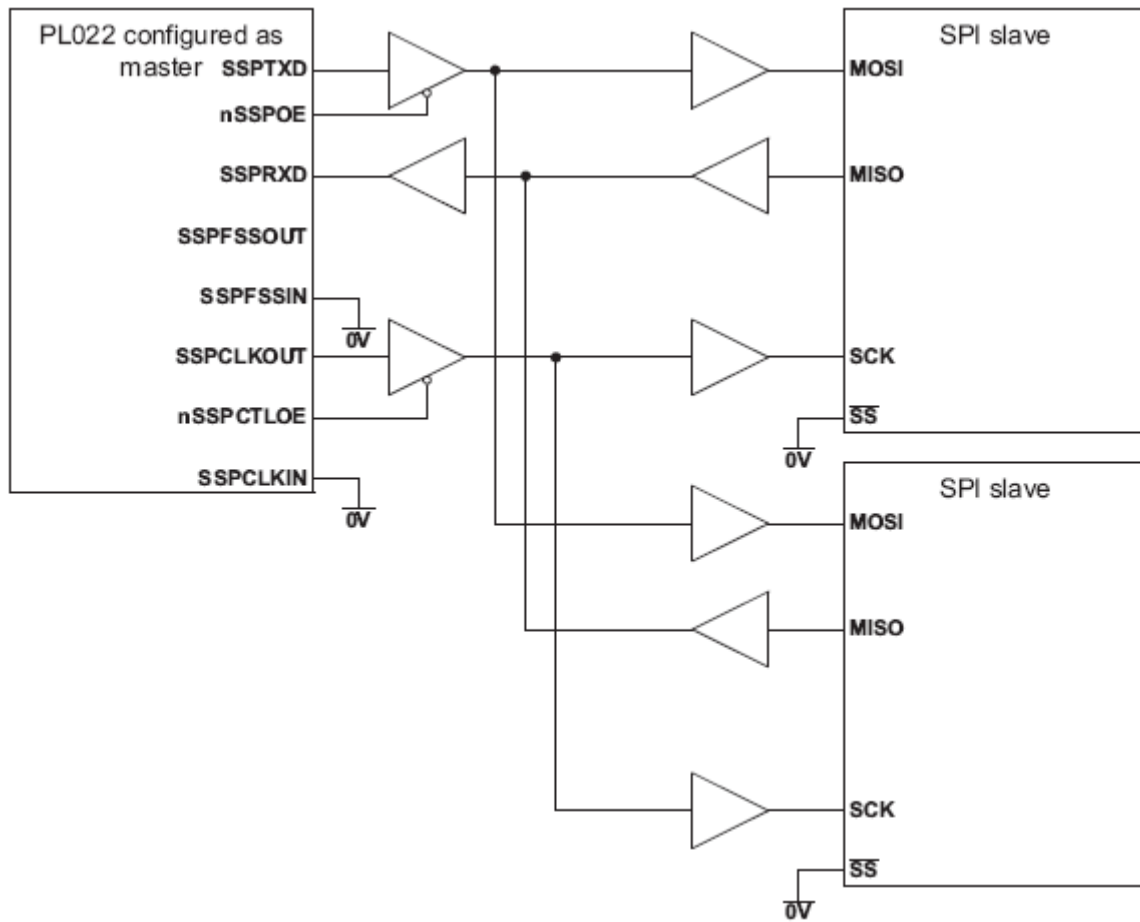

Рис. 2-14. Ведущее устройство SSP подключено к двум ведомым, поддерживающим протокол SPI.
Рис. 2-14 показывает подключение модуля SSP, сконфигурированного как ведущее устройство, к двум ведомым устройствам, поддерживающим протокол SPI фирмы Motorola. Внешние устройства сконфигурированы как ведомые путем установки в низкий логический уровень сигнала выбора ведомого устройства Slave Select (SS). Как и в предыдущем примере, ведущее устройство способно передавать данные в адрес ведомых циркулярно по линии SSP\_TXD. Ответная передача данных на входную линию SSP\_RXD ведущего устройства одновременно осуществляется только одним из ведомых по соответствующей линии MISO.